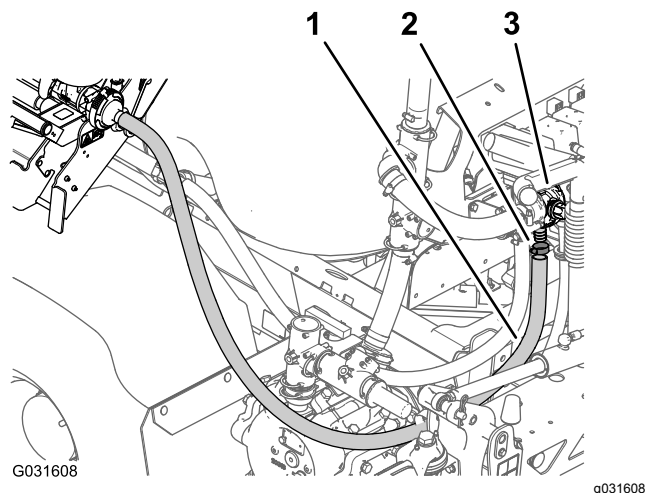

Figure 36
7. Retirez le collier qui fixe le flexible d'alimentation du mélangeur au raccord cannelé de la vanne de commande du mélangeur (Figure 36).
8. Débranchez le flexible de la vanne de commande du mélangeur (Figure 36).